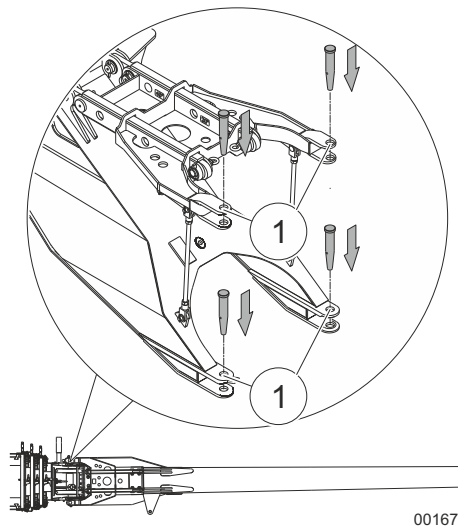

Fig. 148 Aparafusamento da lança volante
- 15 Parafuse a lança volante à lança telescópica nas posições de aparafusamento (1) na Fig. 148 e prenda-as com os parafusos de fixação.